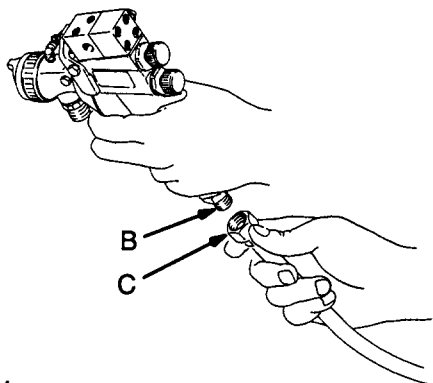

Fig. 1
- A. Kople trykkluftslangen (C) til 1/4 npsm luftinntaket på pistolen. Se Fig. 1.